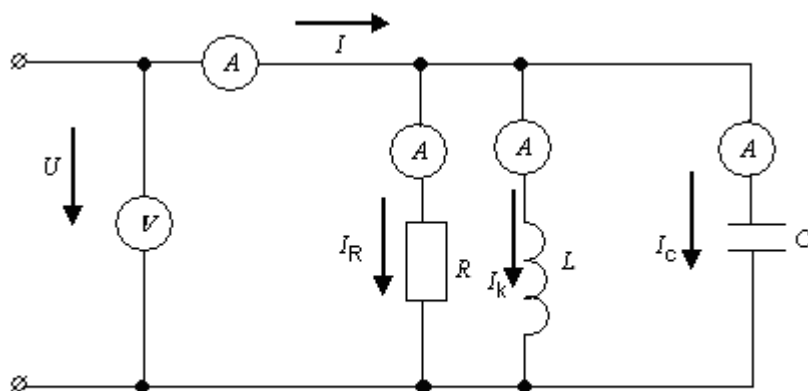

Рисунок 3.2
3) Записать уравнение по первому закону Кирхгофа в комплексной форме и для действующих значений параллельного соединения R, L, C элементов (рисунок 3.2)
3.2.2 Собрать цепь по схеме (рисунок 3.2). Напряжение на входе установить в пределах от 5 до 15 В, частоту источника $f = 1 \text{ кГц}$. Активное сопротивление $R_1 = 50 \div 200 \text{ Ом}$; индуктивность катушки $L = 10 \div 30 \text{ мГн}$, емкость $C = 1 \div 3 \text{ мкФ}$. Измерить ток и напряжения на всех элементах, а также активное
3.3.2 Используя данные таблицы 3.2, построить векторную диаграмму напряжений и токов для схемы (рисунок 3.2). По векторной диаграмме проверить выполнение первого закона Кирхгофа.